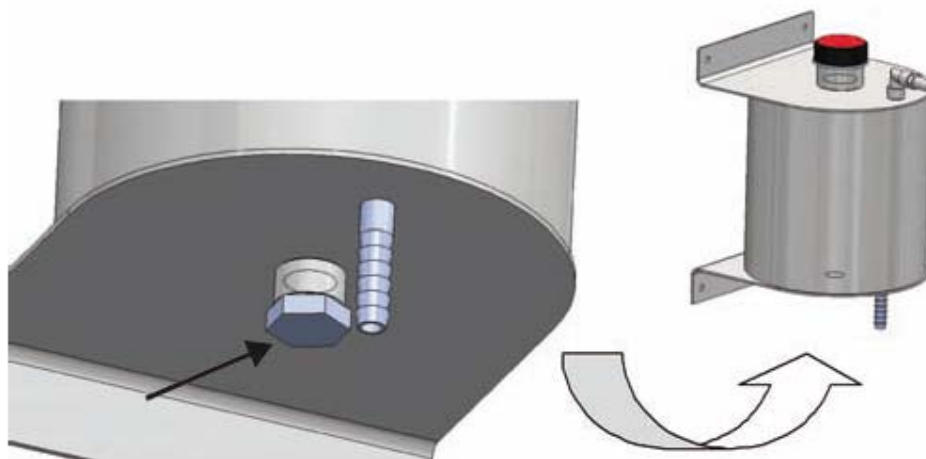

Figura 12. Tappo di scarico magnetico
Il cuscinetto anteriore è lubrificato ad olio e la cassa è provvista di una tenuta meccanica. Quando l'asse ruota l'olio circola attraverso il serbatoio e le impurità vengono trattenute sul fondo del serbatoio stesso sul tappo magnetico (figura 12).
2. Aprire il tappo di scarico (figura 12) e scaricare l'olio nel contenitore.